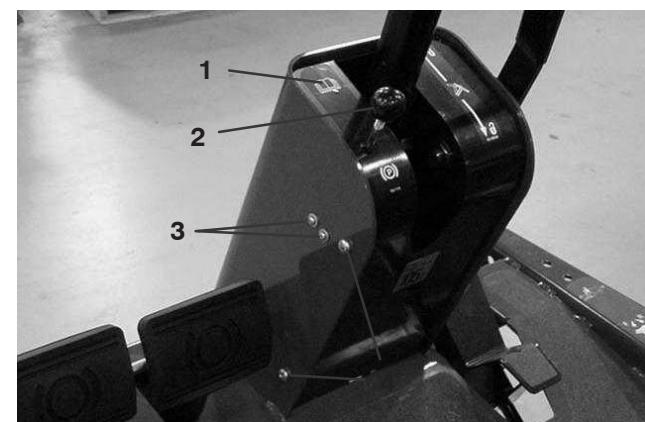

Bild 55
2. Nehmen Sie das Handrad von der Feststellbremssstange und die Schrauben von der Lenksäulenabdeckung ab (Bild 55).
4. Lösen Sie die Schrauben und Muttern, mit denen der Feststellbremsschalter links an der Lenksäulenabdeckung befestigt ist (Bild 55).